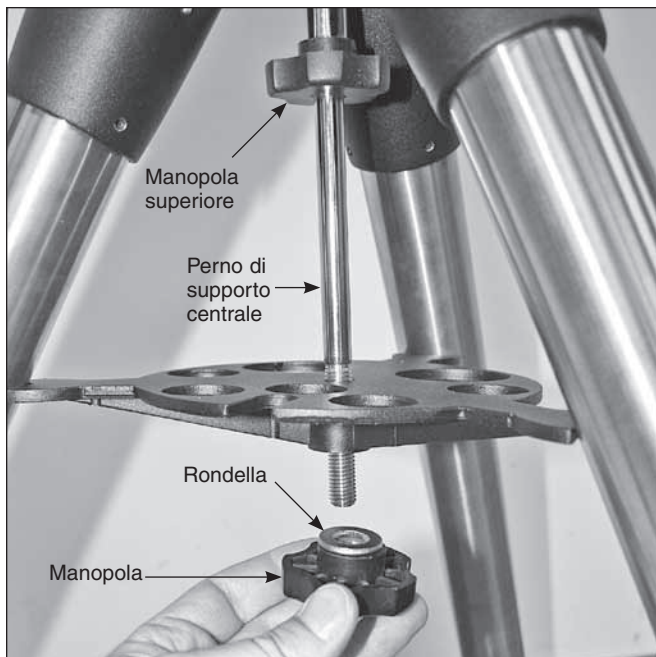

Figura 4. Installazione del divaricatore delle gambe del treppiede, che funge anche da vassoio per oculari/portaccessori.
1. Rimuovere la manopola e la rondella dalla parte inferiore del perno di supporto centrale. Infilare il vassoio di supporto del treppiede dal basso e spingerlo verso l'alto finché i tre bracci del vassoio toccano le gambe del treppiede. Il lato piatto del vassoio di supporto deve essere rivolto verso l'alto. Assicurarsi che la "V" di ciascun braccio del vassoio sia contro una gamba del treppiede. Infilare la rondella sul perno di supporto centrale contro il vassoio, quindi avvitare la manopola lungo il perno di supporto centrale fino a serrarla contro il vassoio (**Figura 4**). Il vassoio di supporto del treppiede rende il treppiede più stabile e può contenere fino a cinque oculari da 32 mm e due oculari da 51 mm.